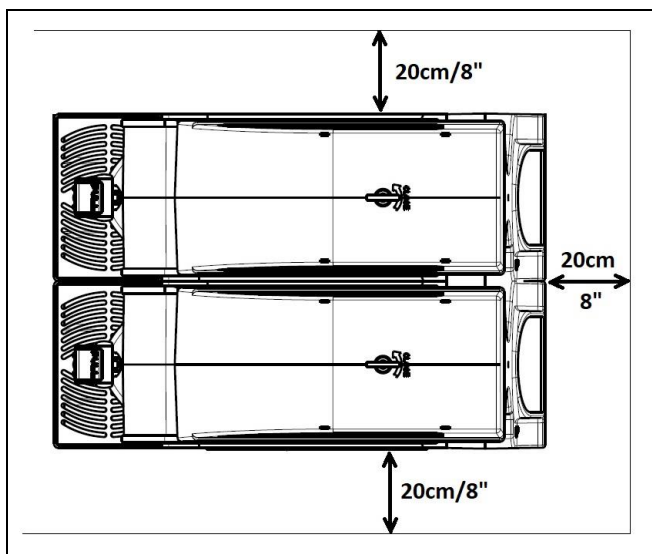

Fig. 14
b) Appoggiare l'apparecchio su una superficie orizzontale e solida facendo in modo che la carrozzeria dell'apparecchio sia ben areata (almeno 20cm/8" di spazio libero tutto intorno, fig.14), installare l'apparecchio in un ambiente asciutto ed evitare di installarlo vicino a fonti di calore. **La temperatura ambiente di utilizzo macchina deve essere compresa tra i 75°F e i 100°F (fra i 24 ed i 38°C) per le Frosty, tra i 75°F e i 90°F (fra i 24 ed i 32°C) per le Sorby.**